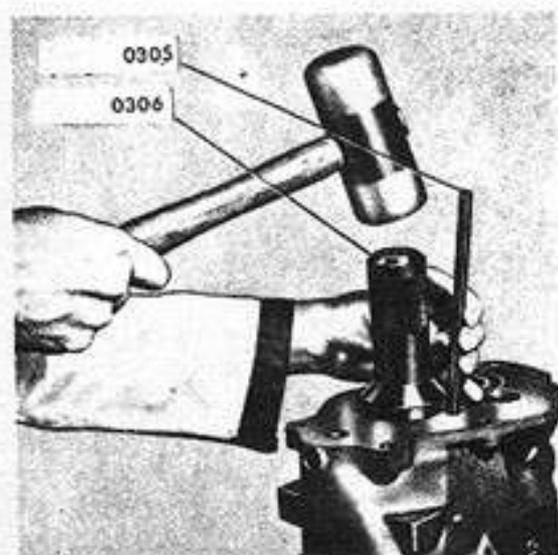

Fig. 17 - Extracción de los cojinetes del eje secundario y del quíntuple
- 22.1. Para ello abrir los anillos de retención de las pistas exterior de los cojinetes con la herramienta N° 0305 y desmontar los cojinetes con la herramienta N° 0306 golpeándola con un martillo plástico (Fig. 17).